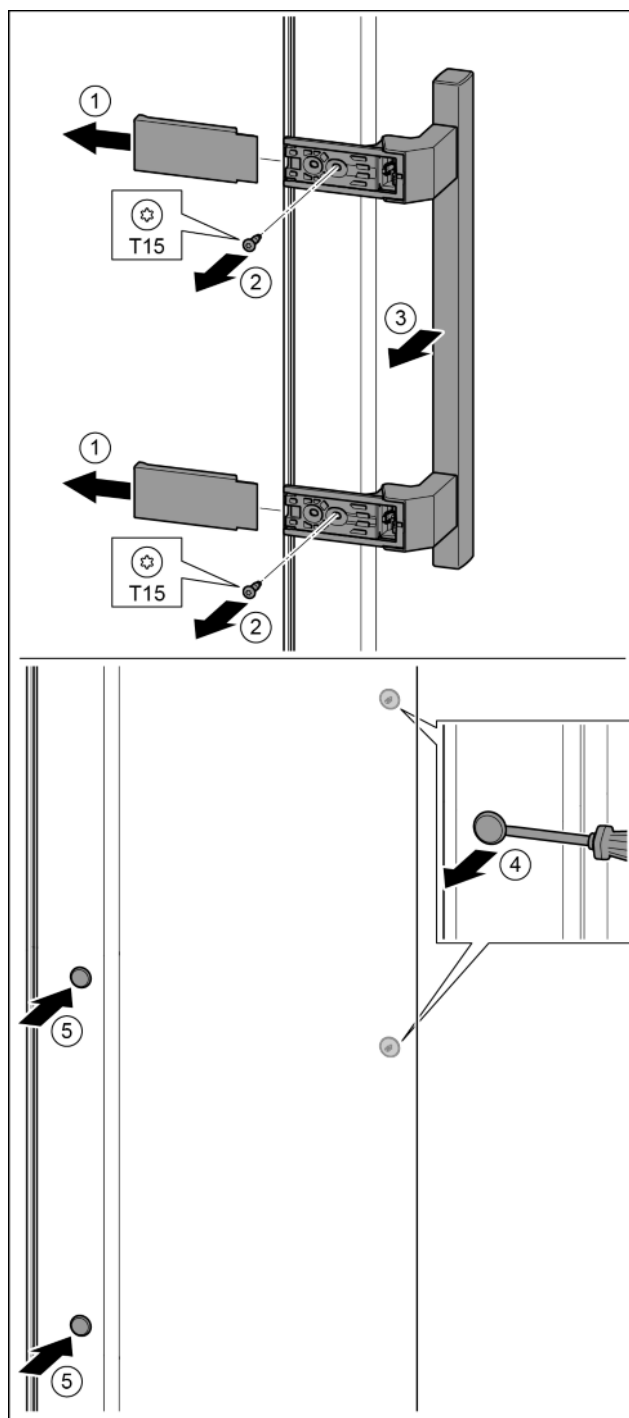

Fig. 14
- ▶ Зніміть кришку. Fig. 14 (1)
- ▶ Викрутіть гвинти за допомогою викрутки T15. Fig. 14 (2)
- ▶ Зніміть ручку. Fig. 14 (3)
- ▶ За допомогою шліцевої викрутки обережно підійміть бокову пробку та витягніть її. Fig. 14 (4)
- ▶ Знову вставте пробку з іншого боку. Fig. 14 (5)